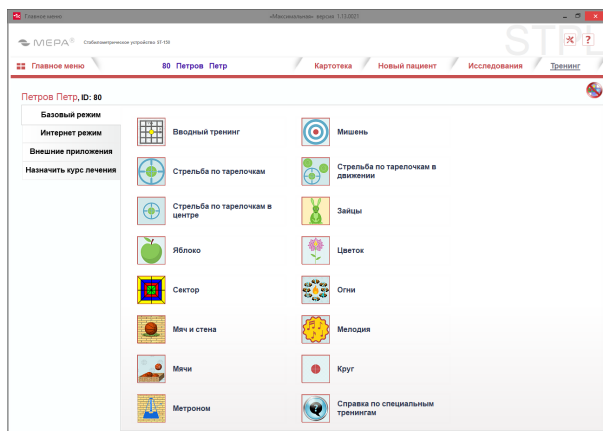

Рисунок 7 – Экранная форма «Тренинг»
2.3.4 Для перехода в режим выбора тренировок с биоуправлением по опорной реакции следует кликнуть по иконке  «Тренинг». В открывшейся экранной форме (Рис. 7) станет доступным меню тренировок. Кликнув по соответствующей иконке, можно запустить выбранный тренинг. Голосовая инструкция, регламентирующая действия пациента, генерируется программой автоматически.